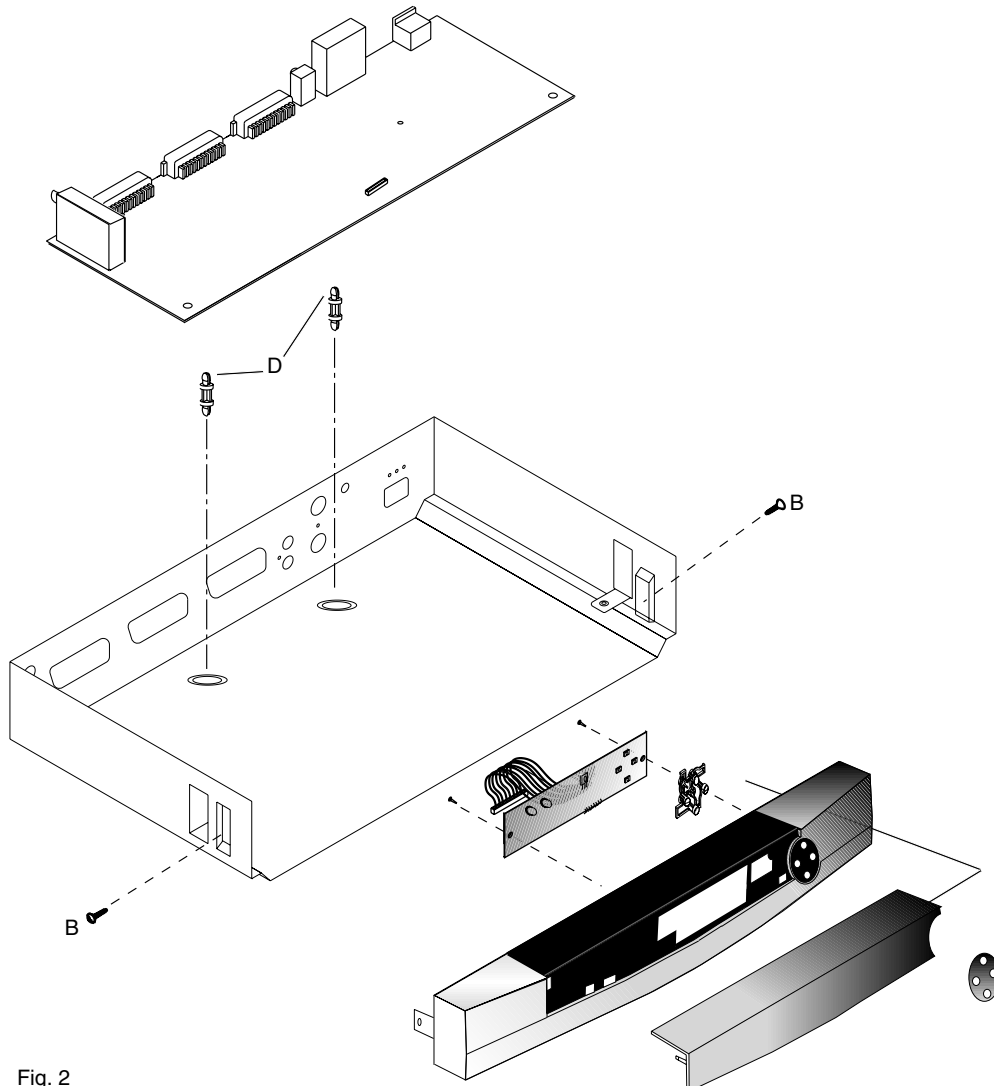

Fig. 2
- Dévisser les 2 vis **B** sur les parois latérales (Fig. 2).
- Undo 2 screws **B** one on each side of the case (Fig. 2).
- Débloquer les 2 pièces d'espacement **D** du C.I. principal (Fig. 2), dégager le circuit imprimé vers le haut et retirer le C.I. principal vers l'avant.
- Release 2 expansion clips **D** at the main PCB (Fig. 2), lift the main PCB upwards and forwards.